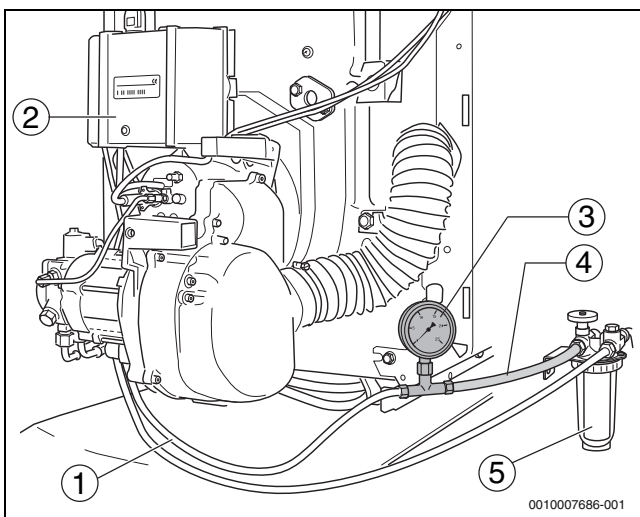

Bild 19 Ölfilter, Vakuummeter und transparenter Schlauch
- ▶ Vakuummeter (→ Bild 19, [3]) mit transparentem Schlauch (→ Bild 19, [4]; Zubehör), wie dargestellt, zwischen Ölfilter (→ Bild 19, [5]) und Ölsaugleitung (→ Bild 19, [1]) montieren.
- ▶ Blasenfreiheit des angesaugten Öls über den transparenten Schlauch (→ Bild 19, [4]) kontrollieren.
- ▶ Ölabsperrhahn am Ölfilter (→ Bild 19, [5]) schließen und transparenten Schlauch (→ Bild 19, [4]) mit Vakuummeter (→ Bild 19, [3]) demontieren.
- ▶ Ölsaugleitung (→ Bild 19, [1]) an den Filteranschluss des Ölfilters anschließen.